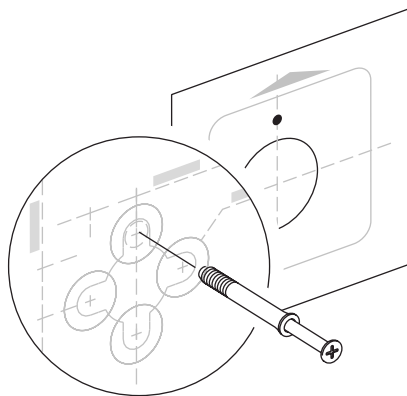

Рисунок 4.6 – Установка дюбелей и монтажных винтов
4.2.10. Оторвите круг (по линии перфорации), обозначающий вентиляционный канал, и совместите его с отверстием воздуховода. Используйте строительный уровень для обеспечения горизонтальности. Разметьте места для двух отверстий под монтажные винты согласно выбранному типу размещения. Просверлите отверстия для двух винтов согласно разметке и установите в них дюбели и винты (рис. 4.6).